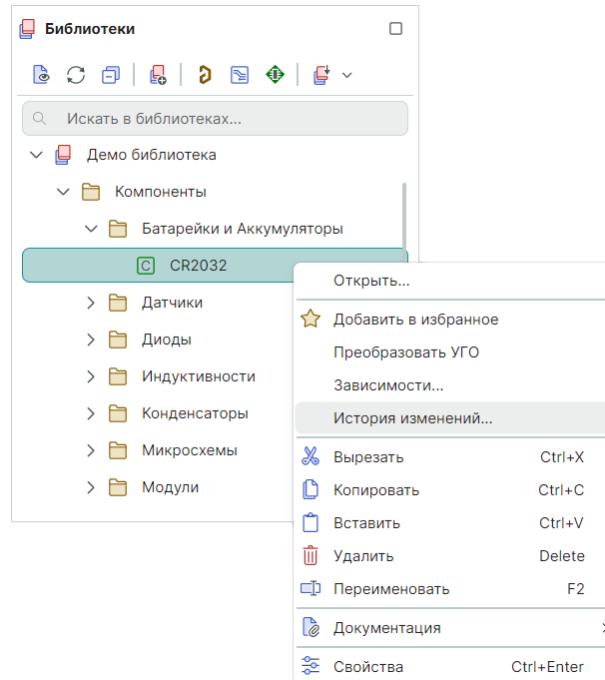

Рис. 314 Переход к истории изменений компонента из контекстного меню
- в функциональной панели «Библиотеки» из контекстное меню компонента выбрать пункт «История изменений...», см. Рис. 314.